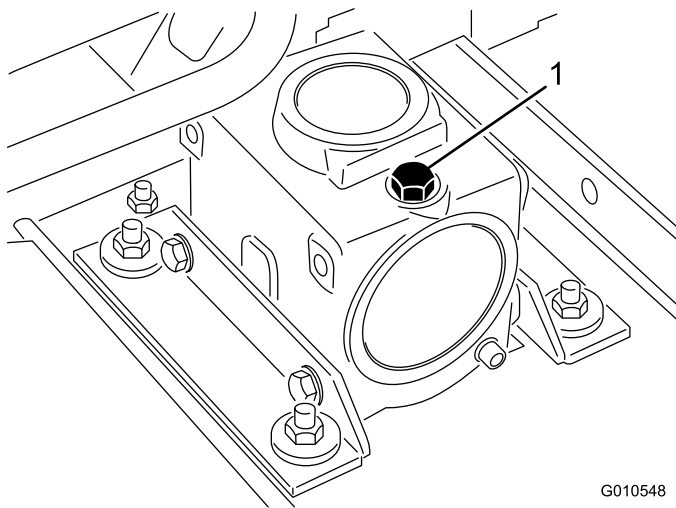

Figure 13
2. Retirez le bouchon de remplissage-jauge au sommet du boîtier d'engrenages (Figure 13) et vérifiez que le niveau de lubrifiant se situe entre les repères sur la jauge. Si le niveau de lubrifiant est trop bas, faites l'appoint de lubrifiant pour faire monter le niveau entre les repères.